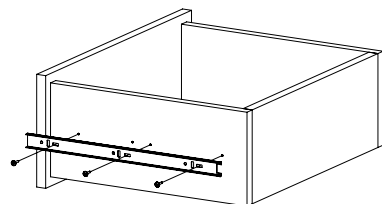

Рис.7
5. Внутренние планки телескопических направляющих закрепите на деталях 6, 7 при помощи шурупов 3,5х16 (Рис. 7).